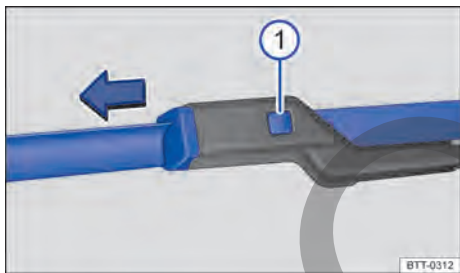

Fig. 177 Sustituir las escobillas de los limpiaparabrisas.
- Mantenga la tecla de desbloqueo → fig. 177 ① pulsada y, al mismo tiempo, retire la escobilla de los limpiaparabrisas en el sentido de la flecha.